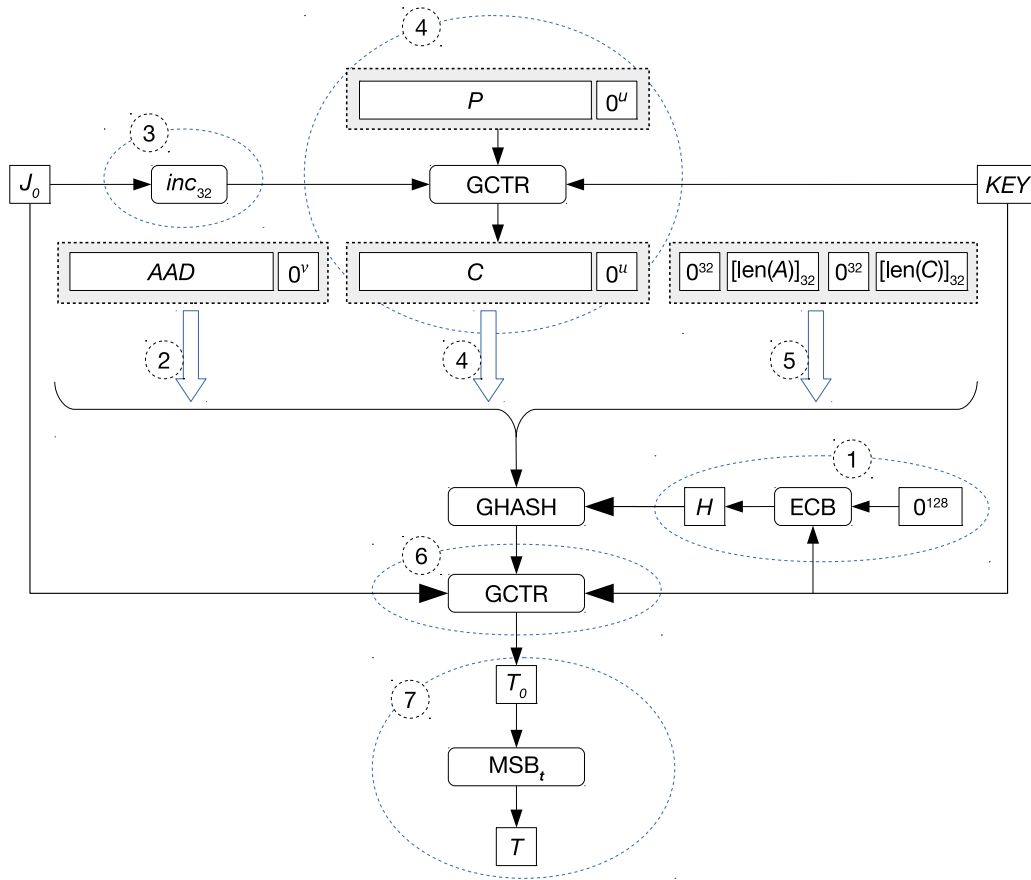

图 6-1. GCM 加密操作流程图
ESP32-S2 中 AES 加速器直接支持 GCM 算法（更多信息，请见 NIST SP 800-38D 标准）。值得注意的是，考虑到实际使用中很少会使用长度超过 $2^{32} - 1$ 比特的 AAD 、 C 和 P ，我们在算法中将 AAD 、 C 和 P 的长度限制在 $2^{32} - 1$ 比特之内。图 6-1 显示了 ESP32-S2 内置 AES 加速器实现 GCM 加密算法的流程。
GCM 解密运算与 GCM 加密运算基本相同，仅有一处差别：在图 6-1 中的步骤 4 中，使用 GCTR 算法对封装后的密文做解密运算，得出明文。此处不再赘述。
在 GCM 操作中，哈希子密钥 (H) 是一个 128-bit 的值，由硬件计算求出，即图 6-1 中的步骤 1，对应 NIST SP 800-38D 标准中“7 GCM Specification”中的“Step 1. Let $H = \text{CIPH}_K(0^{128})$ ”描述。
在 GCM 操作中， J_0 是一个 128-bit 的值，由软件计算求出，将参与到图 6-1 中的步骤 3 和步骤 6 的计算中。
认证标签 (Authenticated Tag，简称为 Tag) 是 GCM 计算的最终结果之一，由软件完成计算，对应图 6-1 中的步骤 7，具体取值由长度参数 t ($1 \leq t \leq 128$) 决定：